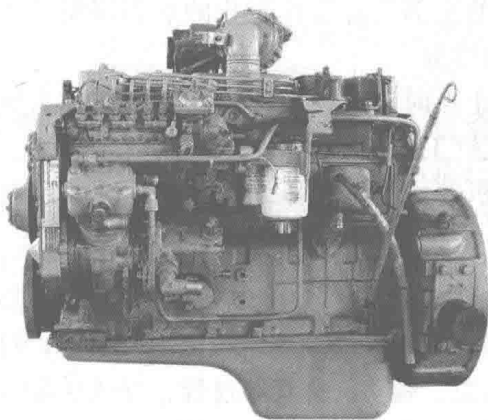
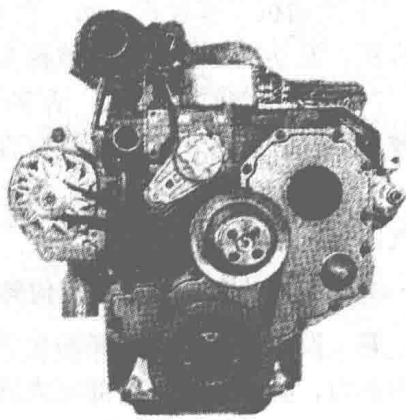

图 1-7 发动机侧面
图 1-8 发动机正面
(1) 发动机总体构造。发动机总体构造, 如图 1-7、图 1-8 所示。